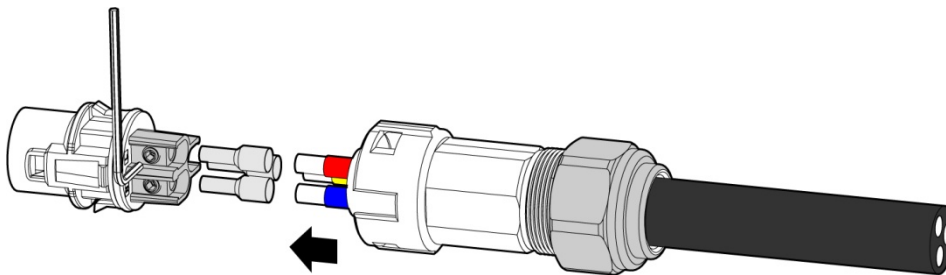

Figura3-25 Conecte o fio de saída CA
- Etapa 3 Solte a porca do corpo do conector de CA, puxe o fio de saída de CA pelo corpo do conector de CA e crimpe o fio desencapado L, N e PE nos terminais de tubo fornecidos, conecte-os ao terminal de fiação correspondente do conector de CA e fixe o fio de saída de CA com chave hexagonal, insira o terminal de fiação do conector de CA ao corpo do conector de CA e, depois, fixe a porca do corpo do conector de CA (como exibido na Figura3-25).